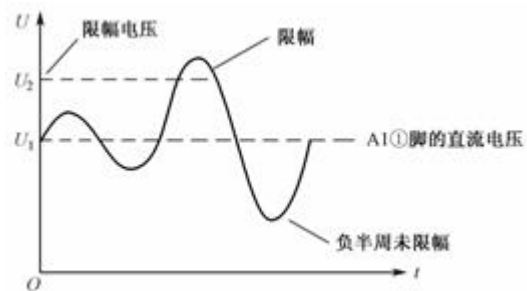

图 4.2 集成电路 A1 的①脚上信号波形示意图
(1) 信号幅度比较小时的电路工作状态，即信号幅度没有大到让限幅电路动作的程度，这时限幅电路不工作。
(2) 信号幅度比较大时的电路工作状态，即信号幅度大到让限幅电路动作的程度，这时限幅电路工作，将信号幅度进行限制。
用画出信号波形的方法分析电路工作原理有时相当管用，用于分析限幅电路尤其有效，如图 4.2 所示是电路中集成电路 A1 的①脚上信号波形示意图。